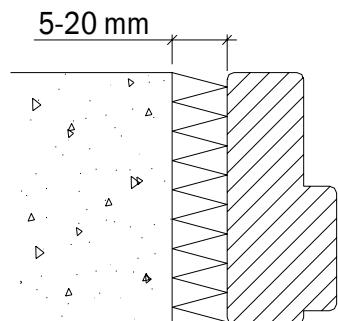

Fig. 2
4. Fugen mellom karm og vegg skal være maks 20 mm (fig2). Fugen dyttes nøyne fra begge sider med isolasjonsmateriale. (*Ubrennbart isolasjonmateriale ved branndør*)